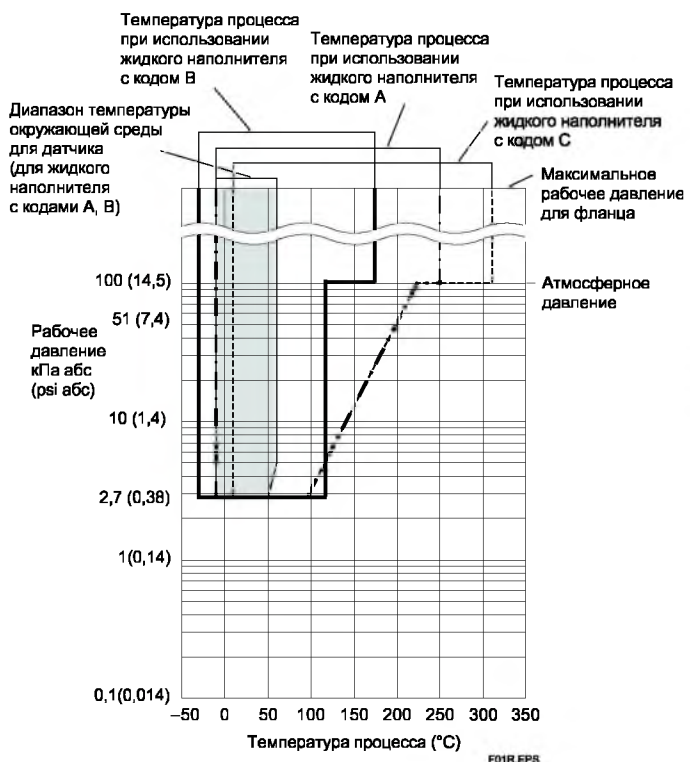

Рисунок 1-1. Рабочее давление и температура процесса (Жидкий наполнитель: силиконовое масло для общего и высокотемпературного применения)
Для атмосферного давления или ниже см. Рис. 1-1, 1-2, 1-3, 1-4 и 1-5.
*1: См. рисунок 1-1, 1-2, 1-3, 1-4 и 1-5 «Рабочее давление и температура процесса».